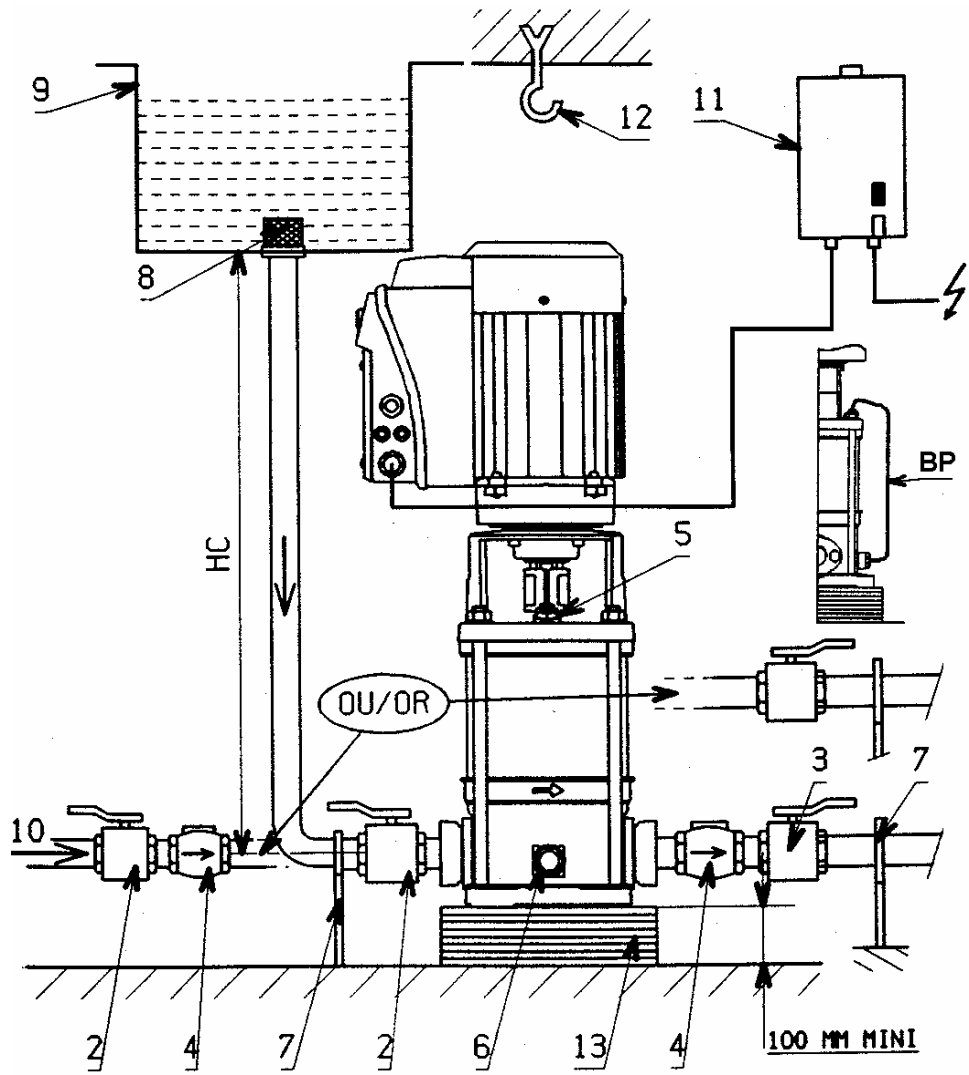

Рис. 1
- Если место установки насоса не защищено от замерзания, то в холодное время года необходимо слить воду из насоса и трубопроводов. Для чего закрыть запорные вентили и открыть сливное отверстие (рис. 1, Поз. 6) и винт для удаления воздуха (рис.1, Поз.5).